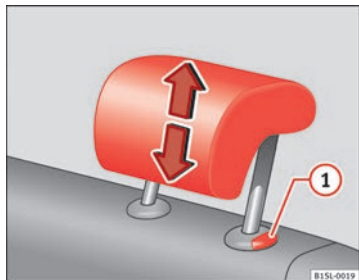

Abb. 31 Kopfstütze hinten einstellen.
- Kopfstütze in Pfeilrichtung nach oben oder bei gedrückter Taste ⇒ Abb. 31 ① nach unten schieben ⇒ ⚠.